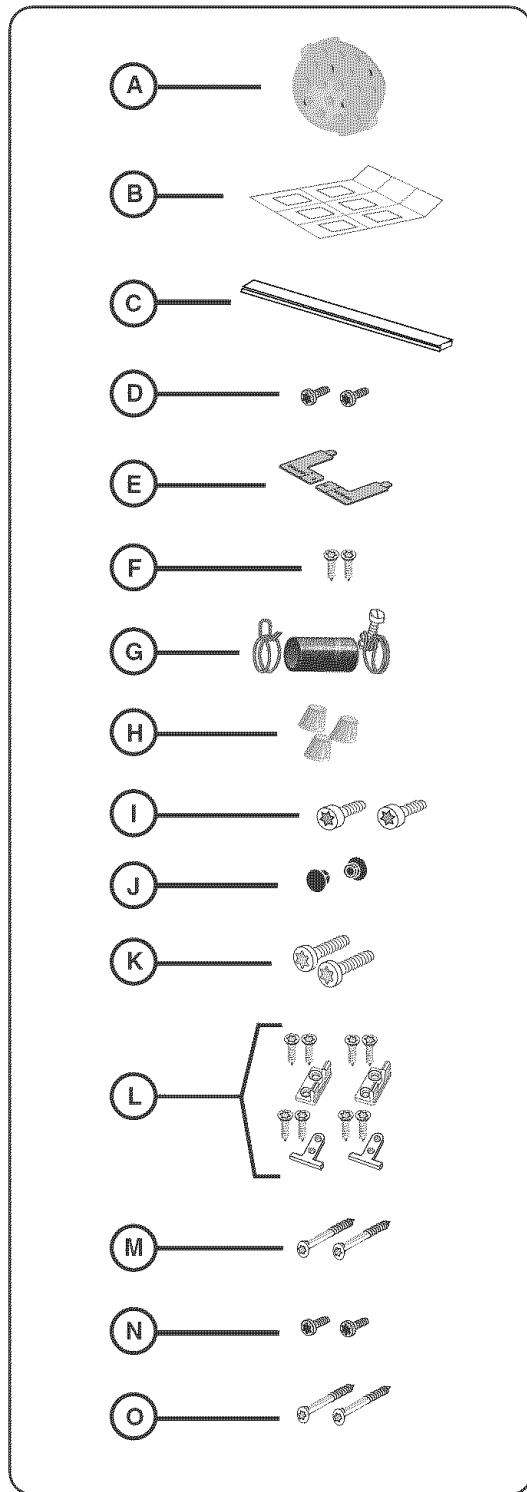

Figure 1
Also, if you are writing, please include a daytime phone number where you can be reached. You will find the model and serial number information on the label located on the right-hand side of the inner door of your dishwasher, see Figure 1. It will look similar to this:
Les pièces pour le lave-vaisselle sont dans un ou plusieurs sacs en plastique. S'assurer que toutes les pièces illustrées à la figure 1 sont comprises avec le modèle. (REMARQUE : Les illustrations ne sont pas à l'échelle.) S'il manque des pièces, communiquer avec le marchand immédiatement.
- Bras gicleur pour grands articles (Figure 1, lettre A)
SHI/SHV (Figure 1, lettre B).
**Modèles SHY66 et SHX99A** ont aussi une bande d'isolation en coton (Figure 1, lettre C).